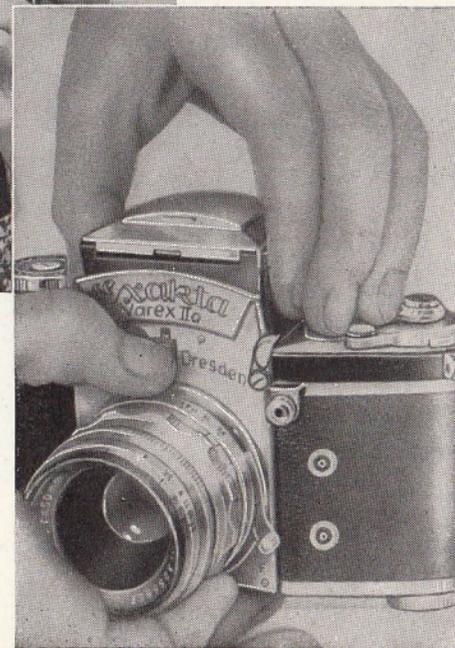

Abb. 25
Beim Auswechseln muß der Lichtschacht (11) geschlossen sein. Riegel (9) nach unten drücken. Lichtschacht (11) geschlossen gleichmäßig nach oben herausheben (Abb. 25). Beim Wiedereinsetzen ist der Lichtschacht genau senkrecht einzuführen und nach unten zu drücken, bis er hörbar einrastet.